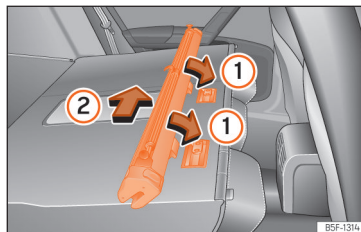

Fig. 186 Montar a rede de separação nos encostos do banco traseiro.
- Coloque a carcaça da rede nos rebaios das calhas de fixação no sentido das setas >>> Fig. 186 ①.
- Empurre a carcaça para o lado esquerdo do veículo no sentido da seta >>> Fig. 186 ② e até ao limite.
- Puxe da carcaça da rede aproximadamente 5 cm no sentido contrário da seta »» Fig. 186 ②.
- Retire a carcaça das calhas de fixação puxando no sentido contrário ao das setas »» Fig. 186 ①.